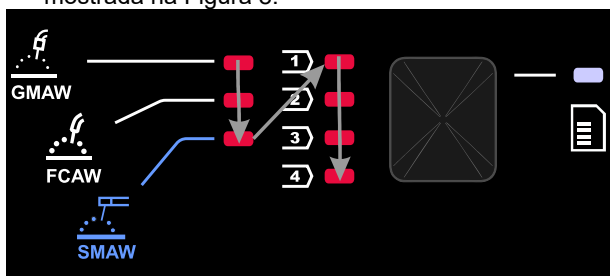

Figura 8
- Novamente, prima a tecla esquerda [40] até que o indicador dos programas de soldadura (41 ou 42) passe para o próximo programa, na sequência mostrada na Figura 8.